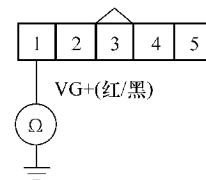

图 5-89 测量 MAF 传感器 1 号端子与车身搭铁之间的电阻
7) 将点火开关旋至锁定 (0) 位置。
8) 如图 5-89 所示, 测量 MAF 传感器/IAT 传感器 5 芯插头 1 号端子与车身搭铁之间的电阻, 是否为  $190 \sim 210\text{k}\Omega$ ?